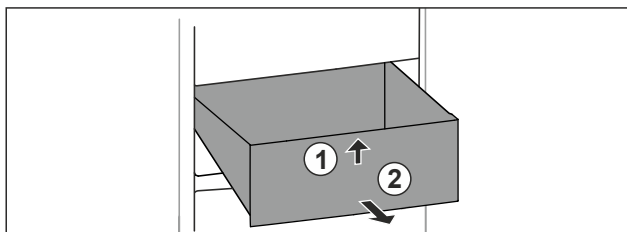

Fig. 93
- Приподнимите выдвижной ящик спереди. Fig. 93 (1)
- Извлеките выдвижной ящик движением вперед. Fig. 93 (2)